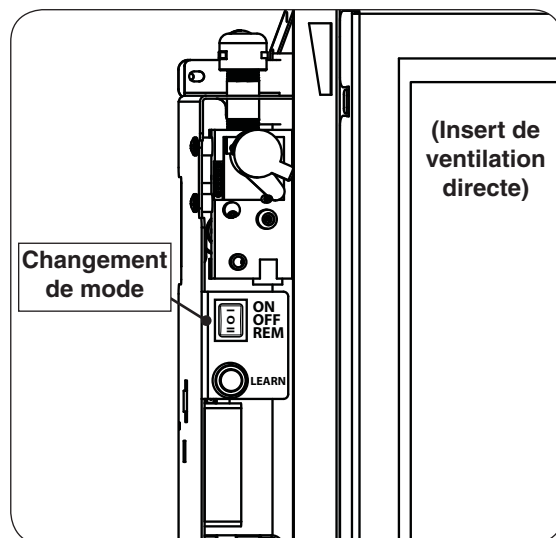
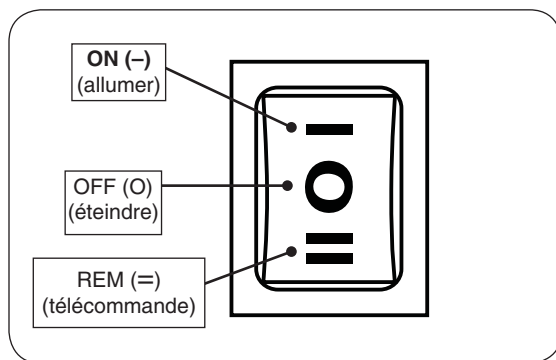

Fig. 38-1 Boîtier commande (Côté gauche l'unité)
Fig. 38-2 Détails du commutateur de mode
1. Ouvrez la porte d'accès. Localisez le commutateur de mode 3 positions sur le boîtier de commande (voir Fig. 38-1). Appuyer sur l'interrupteur jusqu'à la position **ON (-)** (allumer) (voir Fig. 38-2). Le système émettra un bip et la séquence d'allumage commencera.